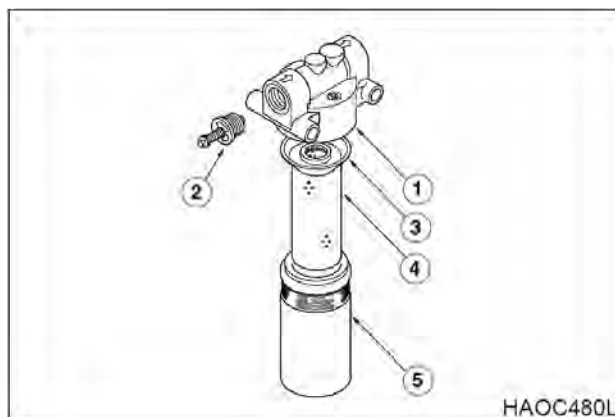

Рис. 55
4. Отвинтить корпус (5, рис. 55), снять уплотнительное кольцо (3) и фильтрующий патрон (4).
5. Вставить новый фильтрующий патрон и уплотнительное кольцо. Нанести небольшое количество масла на уплотнительное кольцо и вновь установить узел корпуса на головку фильтра (1, рис. 55).